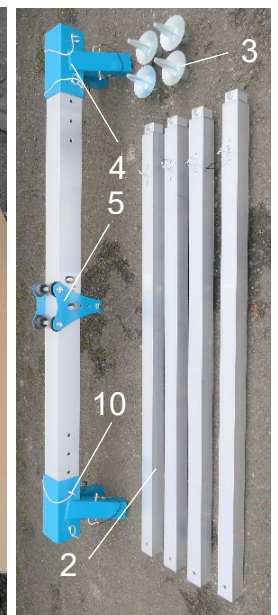

Abb. 3
- Die gewünschte Spannweite über die Steckbolzen (10) einstellen (Abb. 3). Steckbolzen sichern.